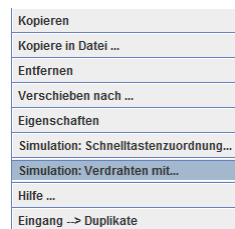

Abbildung 35-10
- Wählen die Funktion „Simulation: Verdrahten mit...“ (Abbildung 35-10)